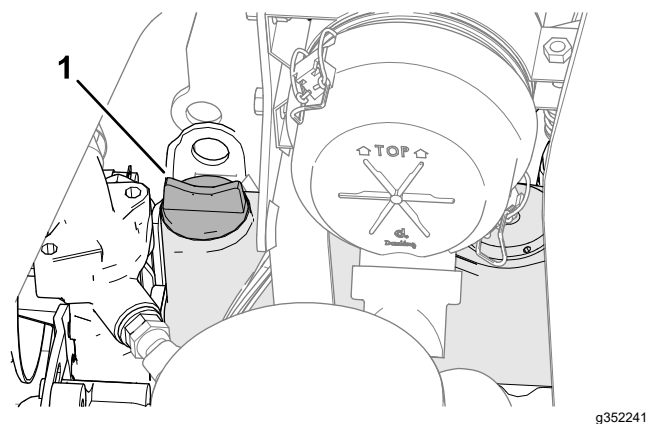

図 73
- オイルの量が不足している場合は、補給口のキャップ 図 73 を取り、ディップスティックで油量を確認しながら少しずつ、FULL マークまで補給する。